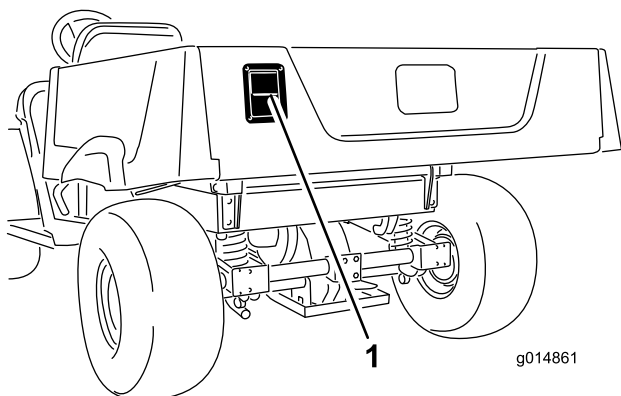

Bild 19
- Ziehen Sie den Riegel zum Öffnen der Heckklappe nach außen und heben ihn an; senken Sie die Heckklappe dann langsam ab (Bild 19).